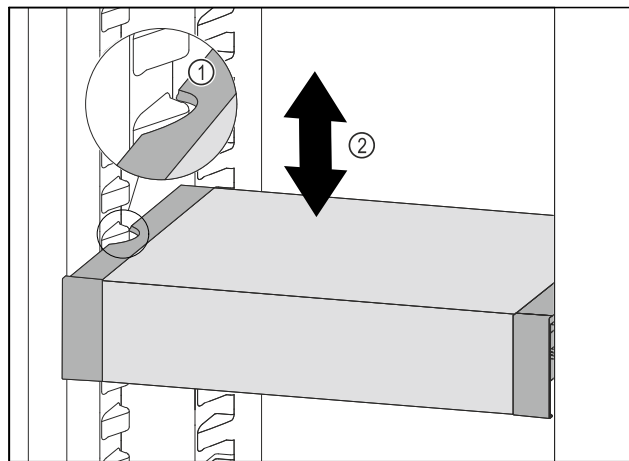

Fig. 75
- Tirer le VarioSafe vers l'avant jusqu'à ce que les encoches latérales du VarioSafe soient à la hauteur de la nervure du bac dans la partie réfrigérateur. Fig. 75 (1)
- Déplacer le VarioSafe vers le haut ou vers le bas dans la partie réfrigérateur jusqu'à ce que la hauteur souhaitée soit atteinte. Fig. 75 (2)